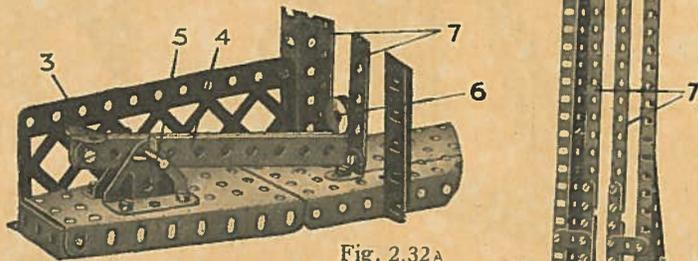

Fig. 2.32A
Una Rueda con buje (1) se fija a una Varilla de eje (2). La parte inferior de dicha Varilla de eje queda sobre dos Soportes angulares (3) empernados a las extremidades de cuatro Tiras de 14 cm. (4). Las Tiras (4) son colocadas (véase Fig. 2.32A) en una Varilla de 38 mm. (5) y sobre el otro extremo de estas Tiras se coloca una Polea de 25 mm. (6). Cuando la Rueda con buje (1) se impele con fuerza, las Tiras (4) hacen subir la Polea (6). Esta Polea (6) sube guiada por medio de las Tiras de 32 cm. (7). Después y por acción de palanca, tanto las Tiras (4) como la Rueda con buje (1), como la Polea (6) vuelven de nuevo a su posición natural.